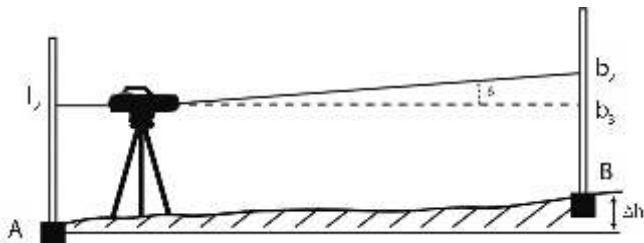

Рис. 11
- Переместите прибор и установите его на расстоянии 1-2 м от рейки А (рис. 11).